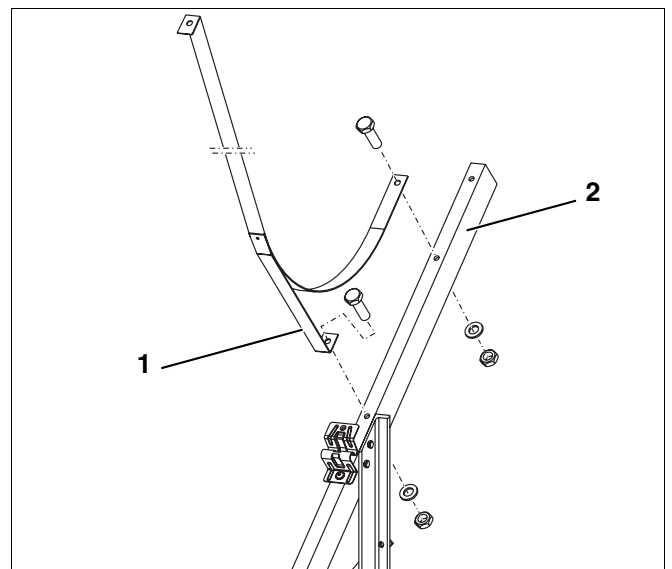

Fig. 10 Montaje de las cintas de sujeción
- ▶ Coloque el lado móvil de la cinta de sujeción (fig. 10, **pos. 1**) en la parte superior del apoyo de 45° (fig. 10, **pos. 2**) y fíjelo con los tornillos M8 x 20, las tuercas y las arandelas.